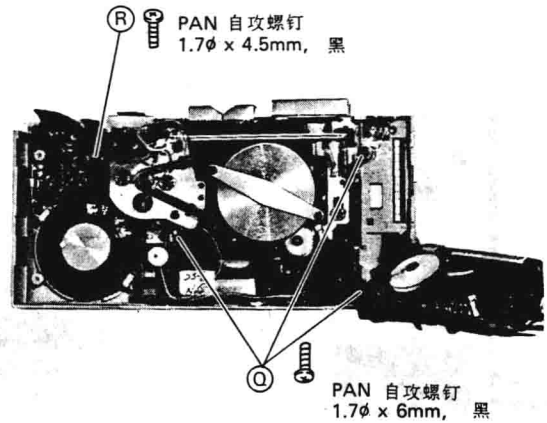

图 1-10
首先拆下后机壳, 再拆下主印刷电路板, 见图 1-10, 拆下固定机芯组件的三只螺钉①和把调速印刷电路板固定到机芯上的一只螺钉②, 即可拆下机芯组件。